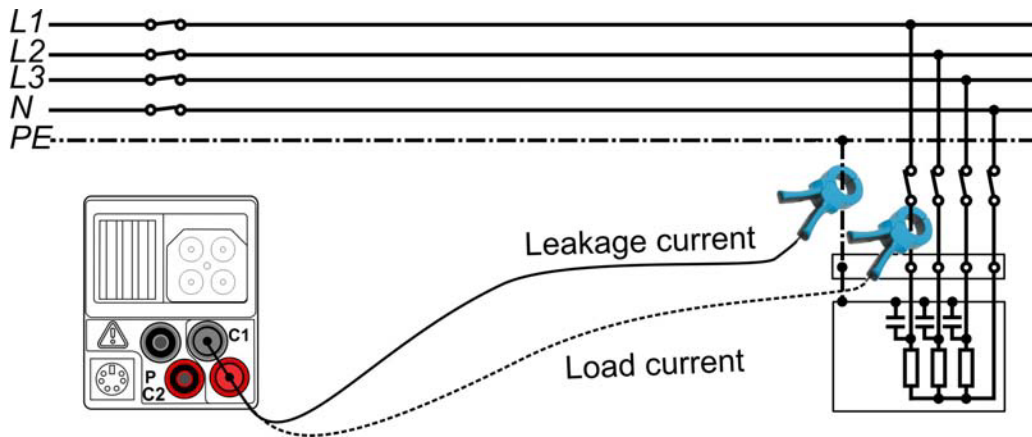

Abbildung 7.9: Ableitstrom- und Laststrommessungen
- Schließen Sie** die Stromzangen an die Prüfstücke (siehe Abbildung 7.9).